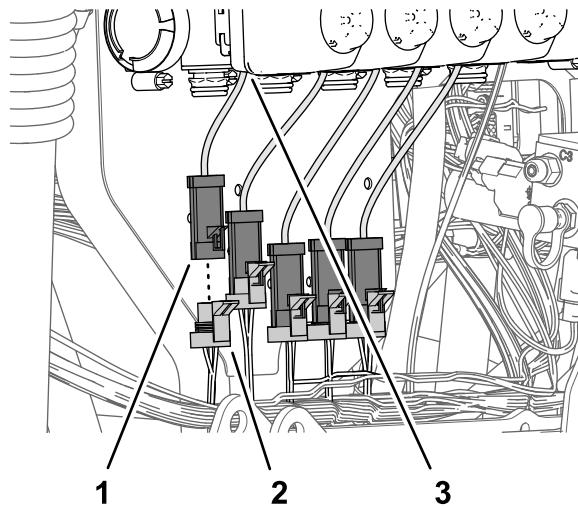

Рисунок 114
2. Подсоедините 3-гнездовой разъем (Рисунок 114) ответвления жгута проводов длиной
- Подсоедините 3-гнездовой разъем (Рисунок 114) ответвления жгута проводов длиной 89 см из комплекта с маркировкой NOZZLE VALVE 2 (клапан сопла 2) к 3-штыревому разъему привода клапана (положение 2).
- Подсоедините остальные 3-гнездовые разъемы ответвления жгута проводов длиной 89 см из комплекта к 3-штыревым разъемам приводов клапанов (Рисунок 114).